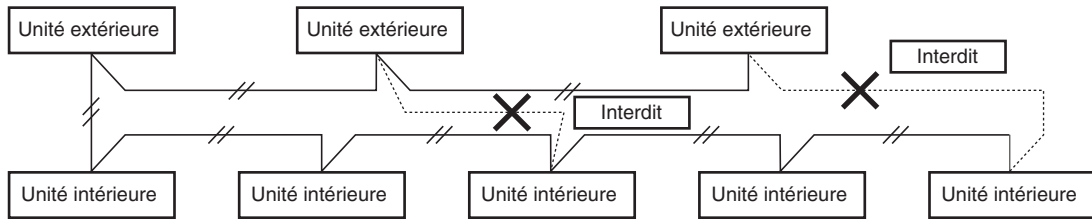

Fig. 4-3
- (2) N'installez pas le câble de commande entre unités de manière à former une boucle. (Fig. 4-3)